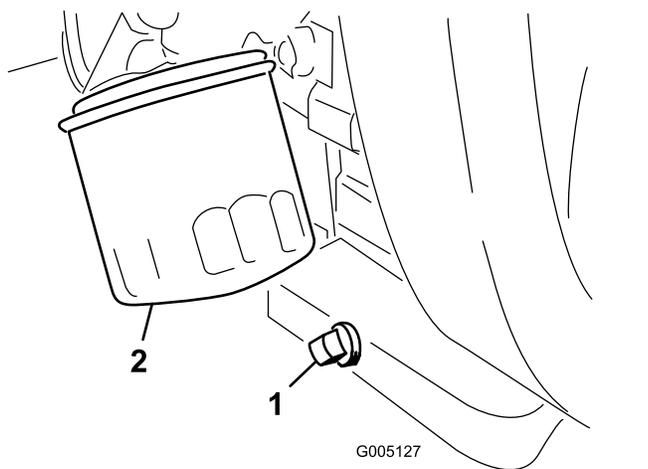

图31
1. 拆下排油塞图31让油流入放油盘。
2. 清洁排油塞的螺纹施用聚四氟乙烯密封材料然后安装排油塞图31。
3. 拆下机油滤芯图31。